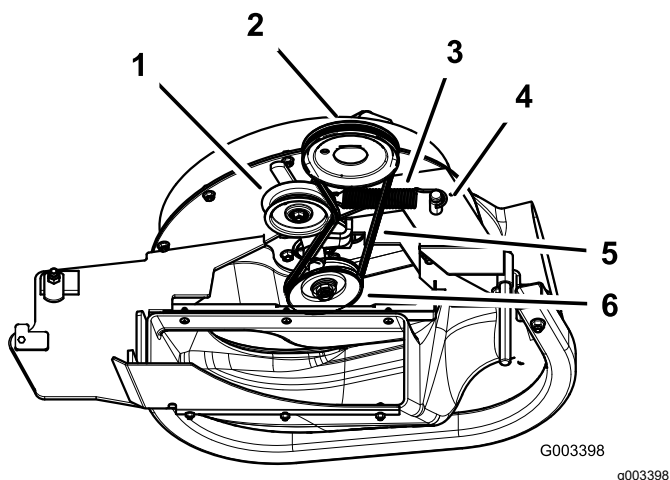

Figura 15
1. En máquinas con carcasa de 152 cm y 183 cm, instale la correa alrededor de la polea del soplador (Figura 15).